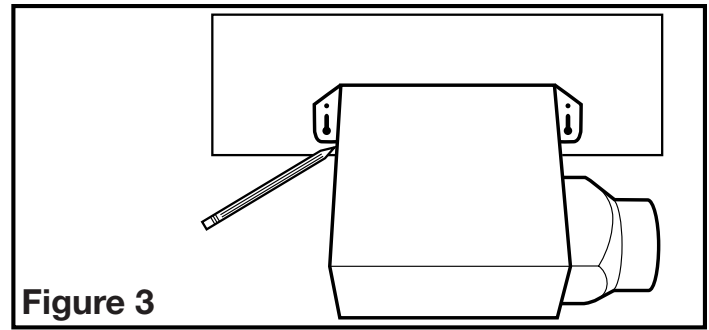

Figure 3
- Construction existante :** Positionner le cabinet contre la solive ou le montant et tracer le contour du cabinet sur le matériau du mur / plafond (Figure 3). Mettre le cabinet de côté et découper l'ouverture, en prenant bien soin de ne pas couper ou endommager d'utilité électrique ou dissimulée. Placer le cabinet près de la solive ou du montant et vous assurer qu'il soit à effleurage avec le plafond fini ou avec le mur. Fixer avec quatre clous (non-fournis) pour assurer une installation adéquate (Figure 2).